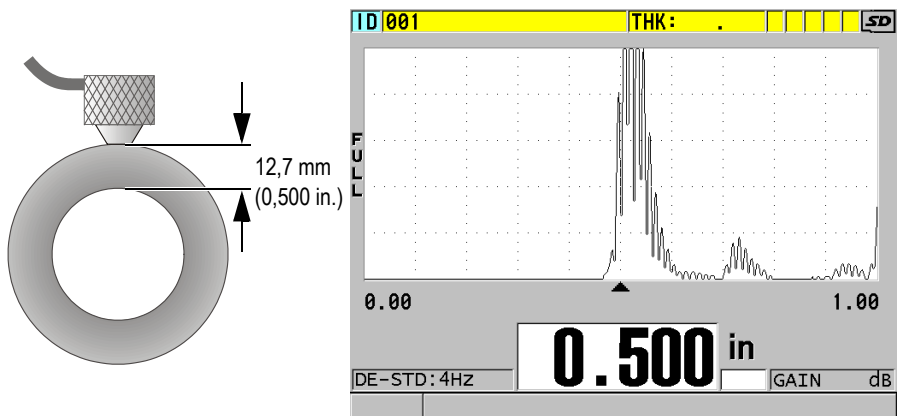

Abbildung 5-9 Ankoppeln eines Sender-Empfänger-Messkopfs und Anzeige des Messwerts
2. Koppeln Sie die Kontaktfläche des Messkopfs mit mittlerem bis festem Druck an die zu messende Fläche an, halten Sie dabei den Messkopf so gerade wie möglich auf der zu messenden Fläche (siehe Abbildung 5-9 auf Seite 84).